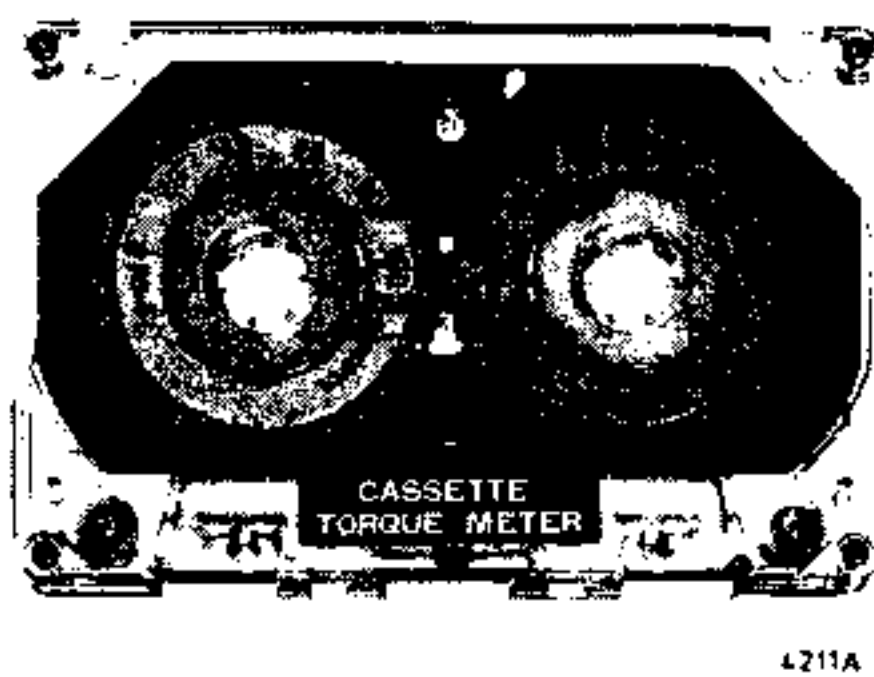

Fig. 3
4. Rutschkupplung 51, Abb. 3
4. Friction coupling 51, Fig. 3
4. Friktiekoppeling 51, Fig. 3